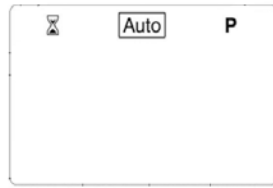

Fig. 17
- 1) appuyer sur la touche (▶) jusqu'à ce que le symbole **Auto** du fonctionnement automatique soit entouré comme sur la Fig. 17;